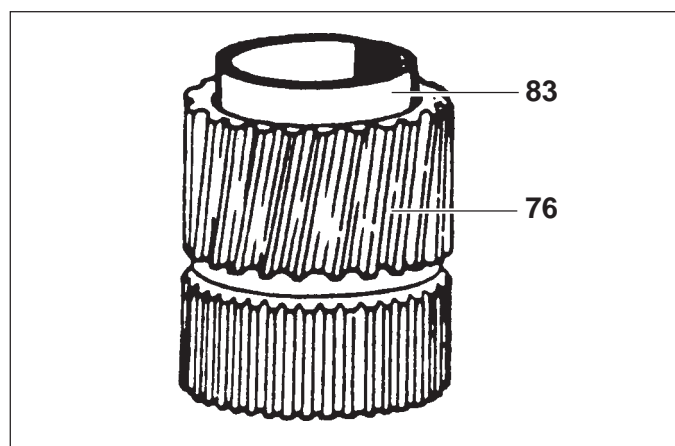

Fig. 26
- 6) Introdurre nell'ingranaggio (76), una gabbia a rulli (83), il distanziale (77) e l'altra gabbia a rulli (83) (Fig. 26).
- 7) Montare il secondo anello (87) in appoggio e su quest'ultimo il cuscinetto assiale a rulli (86), poi la ralla (85). Montare l'ingranaggio (76) verificando che tutti gli anelli (71) siano stati imboccati. Montare in appoggio all'ingranaggio (76) la ralla (85) e il cuscinetto
- 6) Insert needle bearings (83) and spacer (77) on clutch hub pinion (Fig. 26).